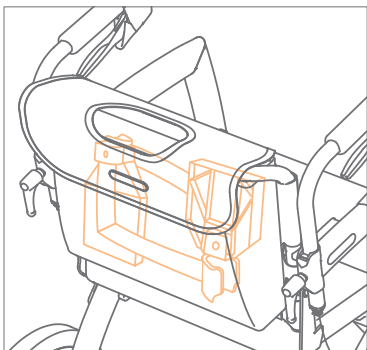

Figure 48: Ranger les repose-pieds en miroir.
- a. Enlevez les repose-pieds. Ensuite faites glisser les porte-pieds vers le haut jusqu'à ce qu'ils sortent de leurs porte-repose-pieds. Rangez-les dans le sac du kit chaise roulante, en miroir (**Figure 48**).